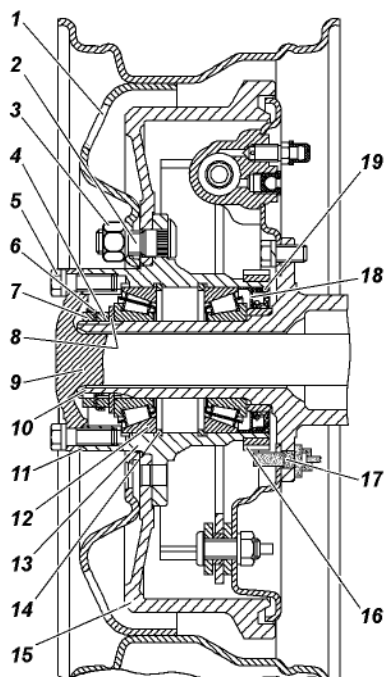

Рис. 9.25. Ступица заднего колеса:
2. Демонтируйте полуось 9 (см. рис. 9.25) заднего моста или фланец ступицы у переднего моста.